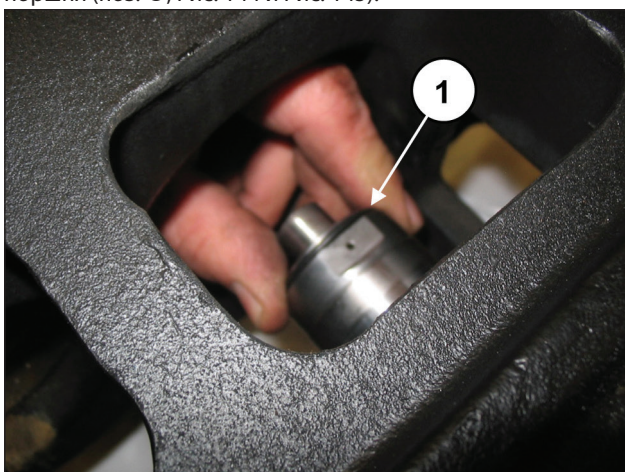
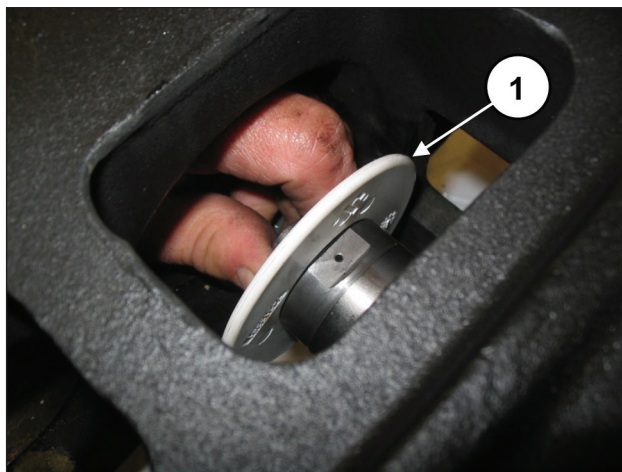

Рис. 144
Рис. 145
Установите брызгозащитное кольцо вместе с уплотнительным кольцом в гнездо на направляющей поршня (поз. ①, Рис. 144 и Рис. 145).